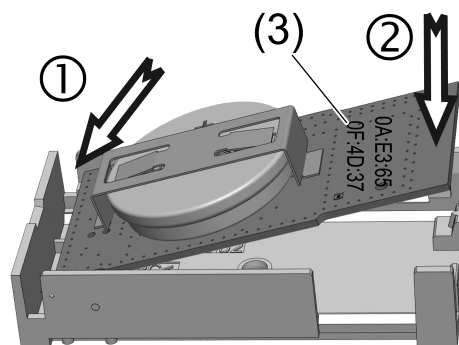

Bild 5: Platine einrasten
- MAC-Adresse (3) notieren (Bild 5). Die Adresse wird für die Zuordnung zum Aufsatz benötigt.
- Platine in Gehäuseunterteil einlegen. Zuerst die Platine ganz an die Gehäusevorderseite schieben und dann den hinteren Teil der Platine nach unten drücken (Bild 5).